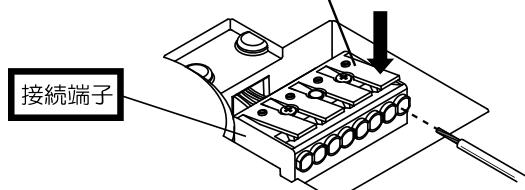

図2
- 電線の接続は接続端子の上部にあるボタンを押しながら電線を奥まで差し込んでください。（図2参照）